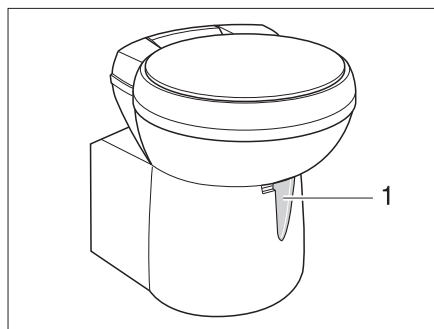

Fig. 276 Cuvette Thetford, orientable
- Avant d'actionner la chasse d'eau, ouvrir le curseur des toilettes Thetford. Pousser pour cela le levier du curseur (Fig. 276,1) dans le sens inverse des aiguilles d'une montre.
- Pousser le levier du curseur (Fig. 276,1) dans le sens des aiguilles d'une montre. Le curseur se ferme. Pour la vidange il **faut** que le curseur des toilettes Thetford soit fermé.